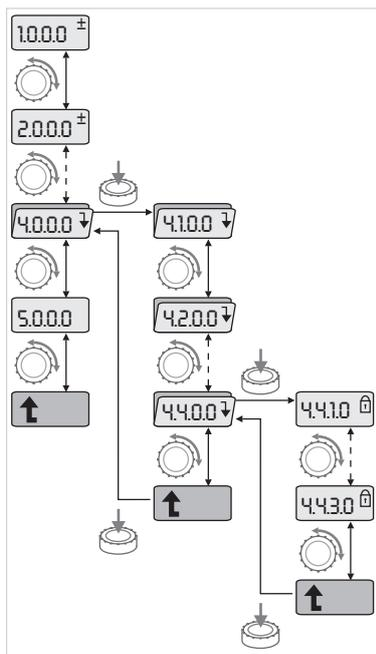

Fig. 36: Пример навигации
- Выполнить общую навигацию в меню следующим образом (пример см. на рис. 36):